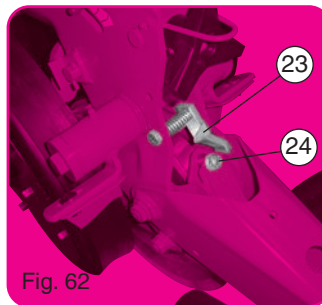

Fig. 62
Cette roue plombée est utilisable sur terrain plutôt sec, pour tous semis. Sur terrain trop humide, un bourrage au niveau de la roue est toujours possible, dans ce cas, escamoter la roue par le taquet ② fig. 62. Si cette opération ne s'avérerait pas suffisante, il faudrait enlever la roue seule, en laissant le cadre ④ sur l'élément. Le décrotoir ⑪ Greenflex réversible doit être surveillé de temps en temps, et réglé avec précision à l'aide de l'écrou ⑭ fig. 62.
The press wheel has a diameter of 295 mm and a width of 21 mm and is in stainless steel. It can only be adapted on the NG Plus 3 units. It floats independently from the metering unit and the rear press wheel unit. The NG Plus 3 equipped in this manner, now becomes the NG Plus 3 PRO. This press wheel can be used in rather dry soils for all types of seeds. In damp soil, a packing up of the wheel is always possible, in this case, retract the wheel using the latch ② fig. 62. If this is not sufficient, the wheel only must be removed, leaving the frame ④ on the metering unit. The reversible Greenflex scraper ⑪ should be controlled from time to time and adjusted with precision using the nut ⑭ fig. 62.
Die Andruckrolle wird hauptsächlich auf trockenen Böden eingesetzt. Auf nassem Boden, wenn die Rolle verstopft, kann diese ausgehoben werden und mit dem Hebel ② Fig. 62 arretiert werden. Wenn diese Maßnahme nicht ausreicht, muß die Rolle vom Element ausgebaut werden. Der nachstellbare GREENFLEX-Abstreifer ist von Zeit zu Zeit zu kontrollieren und entsprechend nachzustellen. (⑭ - Fig. 62)
Dit aandrukwieltje Ø 295 x 21 mm met RVS bandage kan alleen op een "NG Plus 3" element gemonteerd worden. Het heeft een vlottend werking, onafhankelijk van het element en van het aandrukblok achteraan. Indien zo uitgerust wordt een "NG Plus 3" dan "NG Plus 3 PRO" genoemd. Het "PRO" wiel wordt voor alle typen zaaiwerk op betrekkelijk droog terrein aanbevolen. Op een te vochtig terrein kan een verstopping gebeuren ter hoogte van het wiel. In dat geval dient het wiel dank zij de klamp ② opgeklapt te worden (afb. 62). Indien deze verrichting onvoldoende is, kan het losse wiel verwijderd worden; het frame ④ blijft op het element. De omkeerbare Greenflex toestrijker ⑪ periodiek nakijken en nauwkeurig afstellen met behulp van de afstelmoer ⑭ (afb. 62).
- Position escamotée (fig. 62).
- Retracted position (fig. 62).
- Pos. Fig 62 wieder anbringen